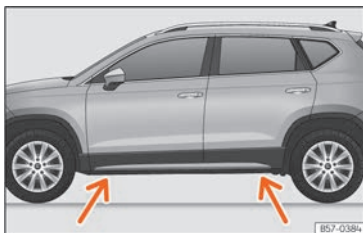

Abb. 221 Aufnahmepunkte für den Wagenheber.
- Suchen Sie am Längsträger die Markierung des Wagenheberaufnahmepunktes (Eindrückung), die dem zu wechselnden Rad am nächsten liegt >>> (Abb. 221).